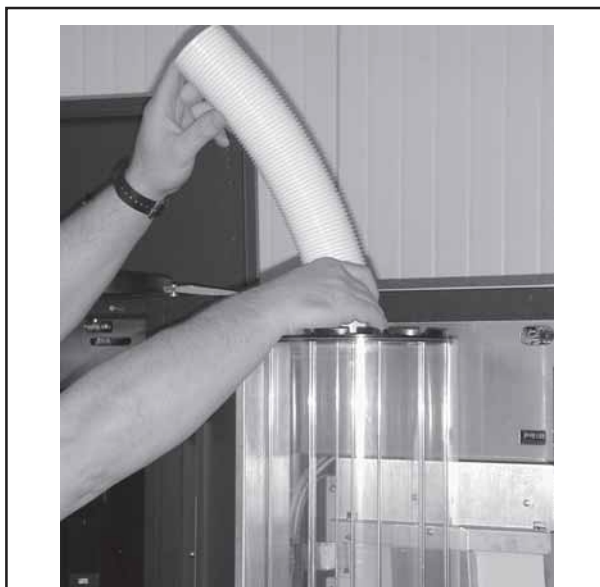

Рис.34
- Перед включением автомата загрузите стаканы. Большое количество не является необходимым для механизма выдачи (рис. 34).